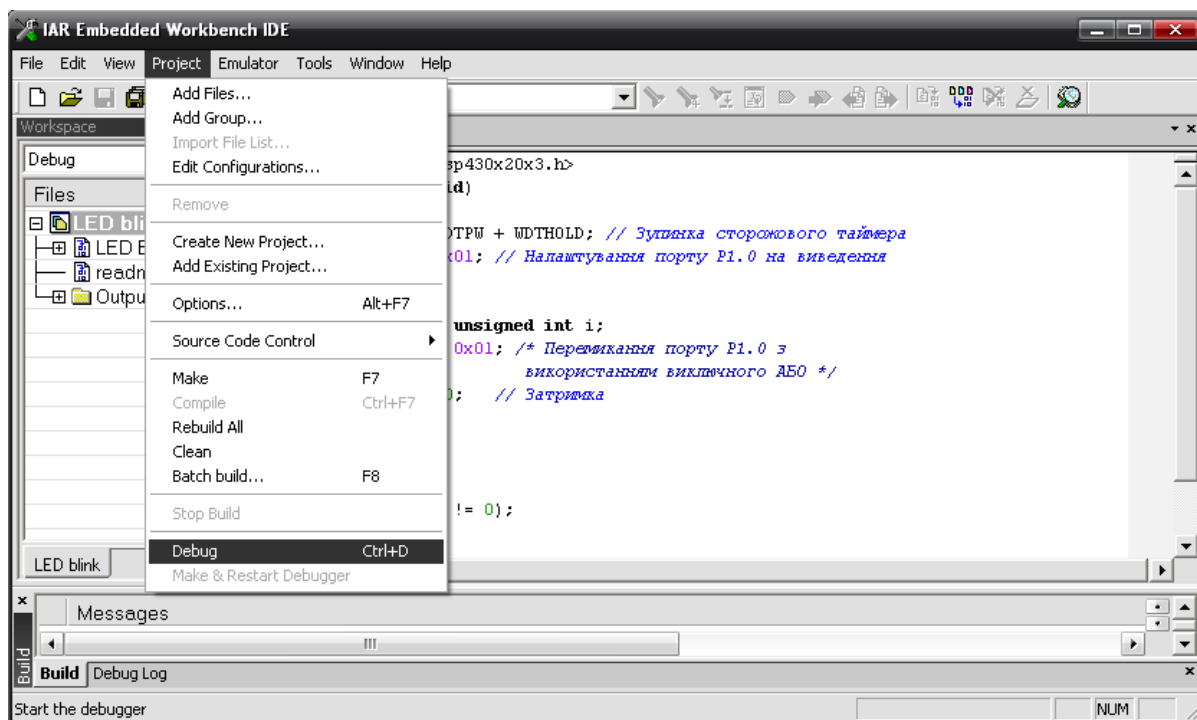

Рисунок 1.9 – Налаштування проекту
10. Налаштування проекту та запуск на виконання. Для налаштування пристрій eZ430-F2013 повинен бути підключений до USB порту. Натиснути Project → Debug (рис. 1.9). Натиснути F5 і спостерігати як блимає світлодіод. Для зупинення блимання світлодіода потрібно натиснути Debug → Break, для виходу з режиму налаштування: Debug → Stop Debugging.